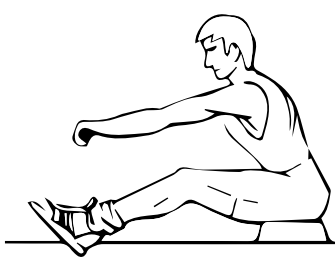

Fig. 4
- Asseyez-vous comme illustré dans la figure 4, jambes tendues, penchez-vous vers l'avant et saisissez la barre de traction.